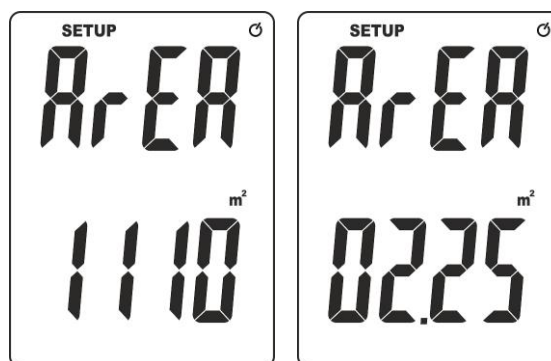

Fig. 4: Configuration valeur zone du conduit
5. Appuyer sur la touche **ENT** pour valider. La page-écran de Fig. 4 – partie gauche s'affiche à l'écran
7. Appuyer sur les touches **▲UNIT** ou **UNIT▼** pour configurer la valeur de l'air du conduit (Echelle: **0.001 ÷ 9999**) en procédant de droite vers la gauche et en appuyant sur la touche **ENT** pour confirmer chaque chiffre (voir Fig. 4 – partie droite) relative par exemple à un conduit carré aux côtés de 1,5 m x 1,5 m)